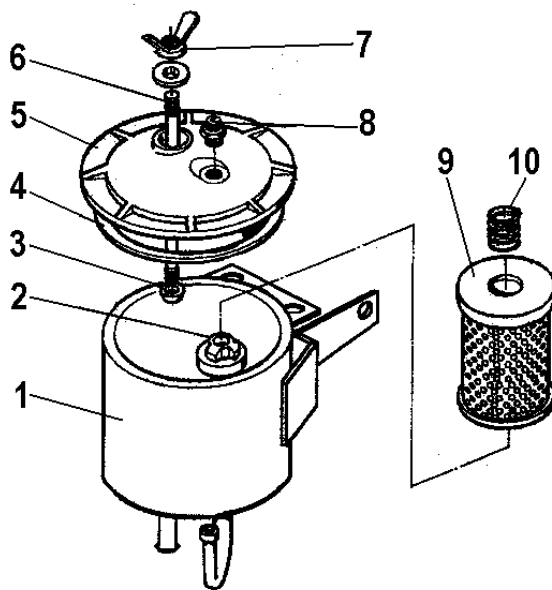

Рис. 1.33. Бачок системы ГУР
-отвернуть гайку **7** (рис. 1.33) и снять крышку **5** с прокладкой **4**;
- подсоединить к радиатору **24** сливной шланг и к бачку оба шланга, при этом крышку **5** (рис.1.33) и гайку **7** не устанавливать;